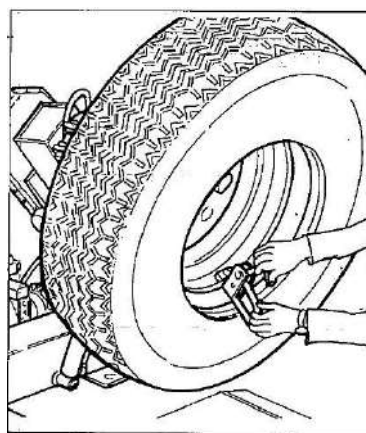

Рисунок 22
- 8) Снимите струбцину и установите ее на место в положении «6 часов» снаружи второго борта (см. Рисунок 22).
- 11) Прикрепите зажим внизу (6 часов) снаружи второго борта (см. Рисунок 22).